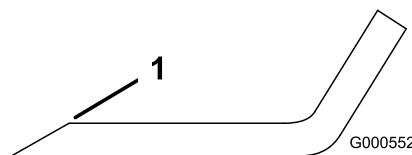

Bild 63
1. Schärfen Sie die Schnittkante an beiden Enden des Schnittmessers mit einer Feile (Bild 63).
Hinweis: Feilen Sie, wenn das Schnittmesser nicht ausgewuchtet ist, vom Flügelbereich des Messers etwas Metall ab (Bild 63).